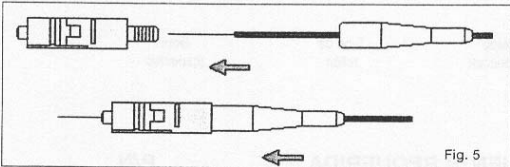

Fig. 5
7. Introducir cuidadosamente el cable de fibra óptica por la parte trasera del cuerpo del conector y posteriormente encajar la capucha en el cuerpo del conector (fig. 5).